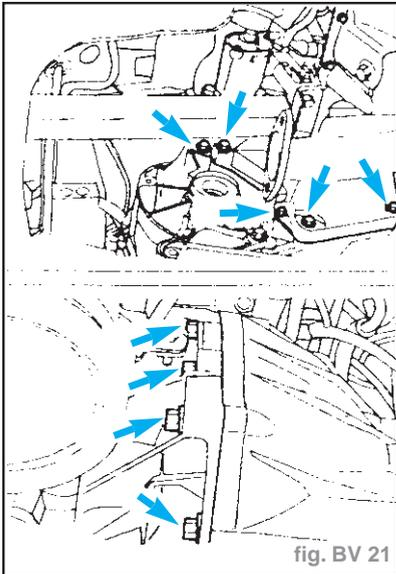

fig. BV 21
- Déposer les vis de bride inférieures (fig. BV 21).
- Poser les vis de bride inférieures (serrer à **47 N.m**) (fig. BV 21).